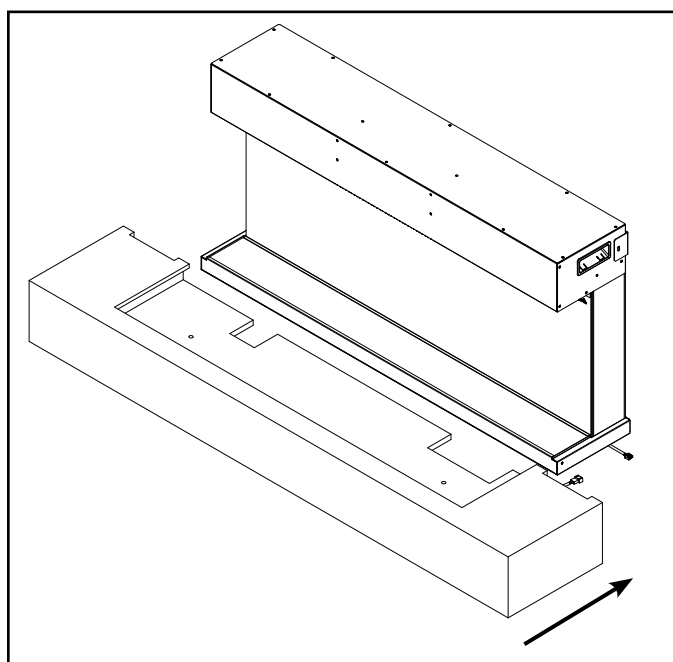

Figure 6
- Faites glisser la partie inférieure du manteau de foyer sur l'appareil et raccordez le câble de la partie inférieure du foyer au connecteur de l'appareil qui dépasse de la partie inférieure de l'appareil (il peut arriver qu'il faille retirer la plaque de protection de la partie inférieure de l'appareil pour accéder au connecteur de l'appareil). Voir Figure 6.